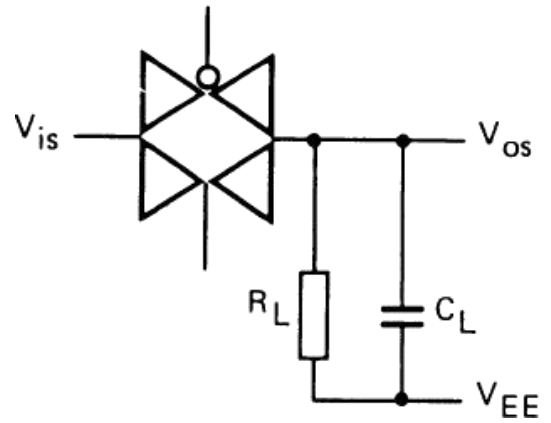

图 4
4. R_L=10KΩ; C_L=15Pf; 通道开; Vis=V_{DD (P-P) /2}(正弦波, 在 V_{DD/2} 处对称), fis=1KHz; 如图 4 所示
7. R_L=1KΩ; C_L=5pF; 通道关; Vis=V_{DD (P-P) /2}(正弦波, 在 V_{DD/2} 处对称); 20lg(Vos/Vis)=-50dB; 如图 4 所示
8. R_L=1KΩ; C_L=5pF; 通道开; Vis=V_{DD (P-P) /2}(正弦波, 在 V_{DD/2} 处对称); 20lg(Vos/Vis)=-3dB; 如图 4 所示